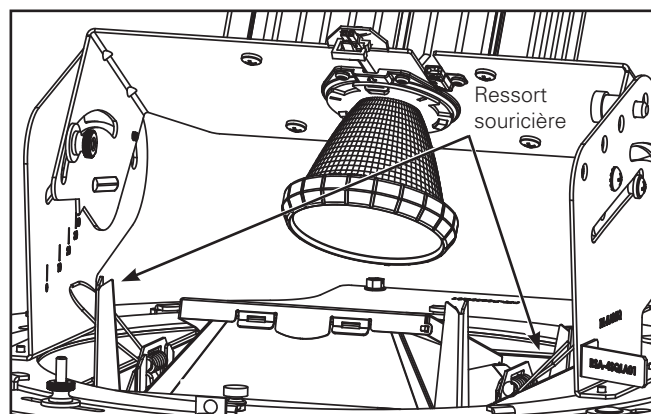

Figure 12.
2. Installez la garniture en insérant les ressorts souricières dans les ouvertures de la plaque carrée à l'intérieur du col (Figure 12).